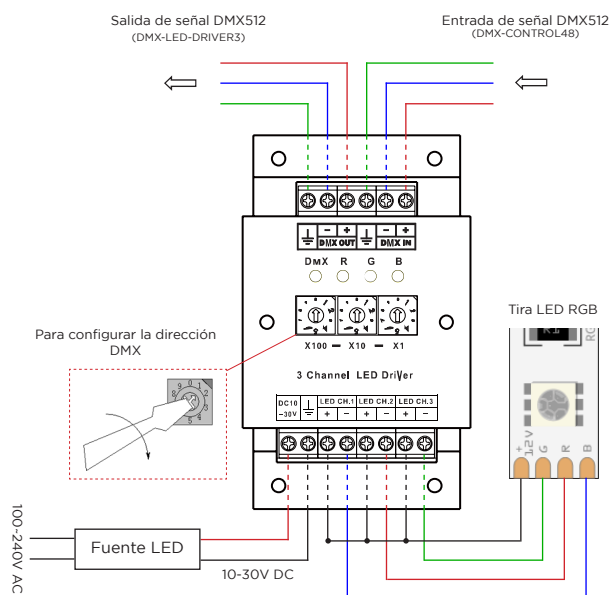

Figura 5. Conexión Eléctrica - Ejemplo
- **DMX OUT** tiene tres terminales de salida que sirven para interconectar más drivers DMX-LED-DRIVER3 en la red de bus (Data +, Data- y COM), como se muestra en la figura 5.